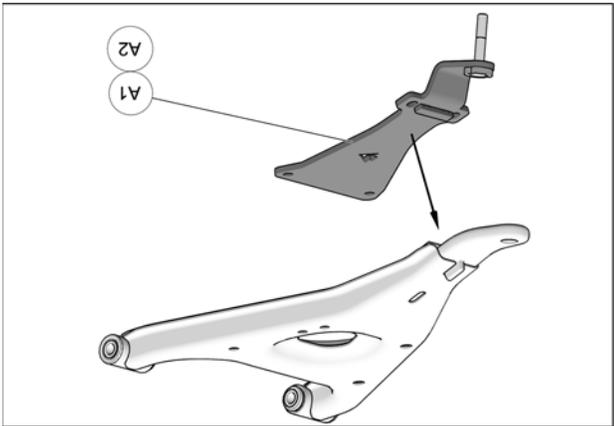

Fig. 25
14. Positionner la partie inférieure de l'ancrage anti-rotation (A1-A2) sous le bras de suspension inférieur. Voir la Fig. 25